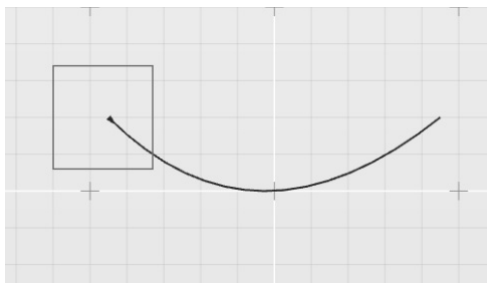

图 3-13 观察曲线的起始位置
2) 将该曲线切换到“选择对象”模式，观察该曲线，可见曲线的首尾方向（有一箭头标识为曲线起始处），如图 3-13 所示。